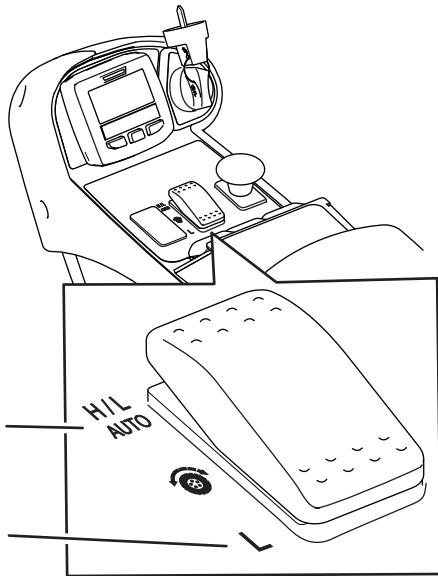
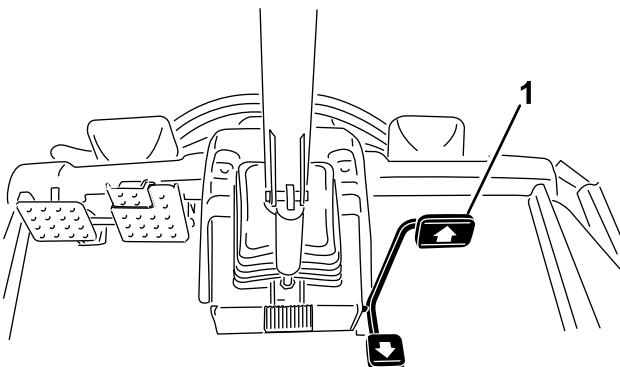

Рисунок 20
Рисунок 21
- В нормальных рабочих условиях машину следует эксплуатировать при положении переключателя диапазона скоростей H/L AUTO (Выс./Низк. – АВТОМ. РЕЖ.) (Рисунок 20). Это положение позволяет машине автоматически переключаться между диапазонами низких и высоких скоростей в зависимости от ее применения для скашивания или транспортировки.
- При выборе положения переключателя диапазона скоростей Low (Низкий) (Рисунок 20) машина всегда будет работать в диапазоне низких скоростей. Эту настройку предпочтительно использовать в мастерской, при погрузке на прицеп и выгрузке с прицепа, при движении вверх по крутым склонам или при любых других операциях, когда нежелательно применять более высокие значения скорости тягового привода диапазона высоких скоростей.
Данная машина имеет 2 диапазона скоростей тягового привода: низкий и высокий. Можно выбрать перечисленные ниже положения переключателя диапазона скоростей (Рисунок 20).
Эта функция позволяет установить максимальную скорость машины при нажатии педали до упора вперед (Рисунок 21). Отдельно можно установить максимальные значения скорости для диапазонов низких и высоких скоростей (Рисунок 20).